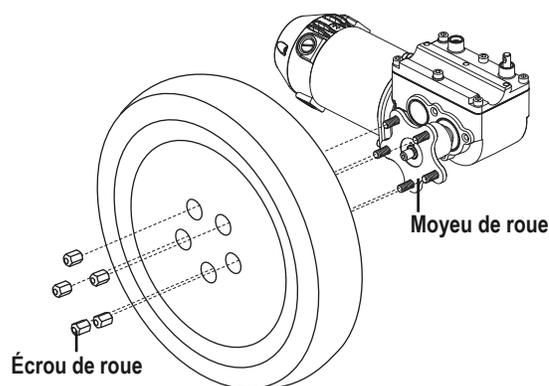

Figure 11. Roue motrice avec cinq écrous de roue
4. Retirez le cache-moyeu, le cas échéant, puis retirez les trois (3) ou cinq (5) écrous de roue du moyeu de roue. **Voir la figure 11 ou 12.**